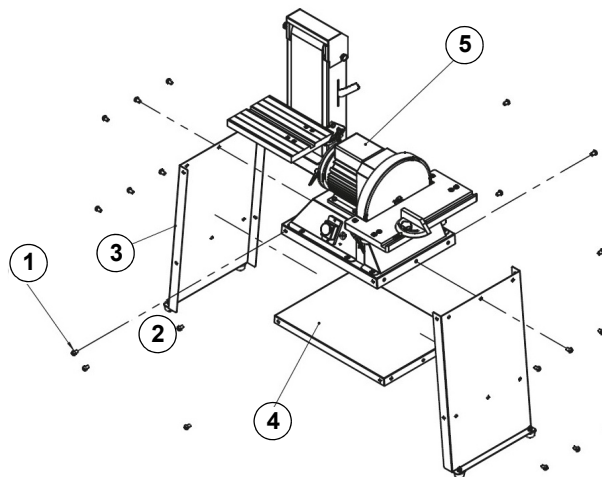

Abb. 4: Montage
Schritt 1: Das Schleifelement - Motor, Werkstückträger und Gehäuse (Pos. 5, Abb. 4) mit einem Hubwagen/Gabelstapler anheben und auf sicheren Halt prüfen, damit das Bauteil nicht herunterfällt.
Schritt 2: Die Seitenwände (Pos. 3, Abb. 4) und die Ablage (Pos. 4, Abb. 4) auf dem Schleifelement (Pos. 5, Abb. 4) montieren.
Schritt 3: Die Schwingungsdämpfer (Pos. 2, Abb. 4) nun mit Schrauben (Pos. 2) befestigen.